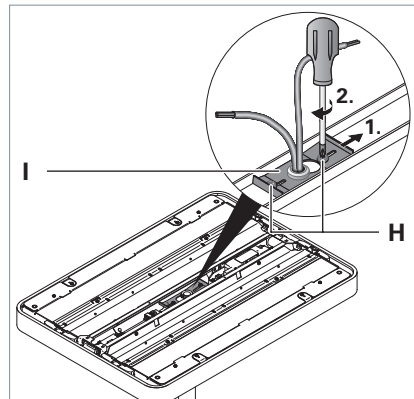

Fig. 9: Leuchtenkopf fixieren.
- Lösen Sie die beiden Schrauben **H** an der Haltelasche **I**, siehe Fig. 9.